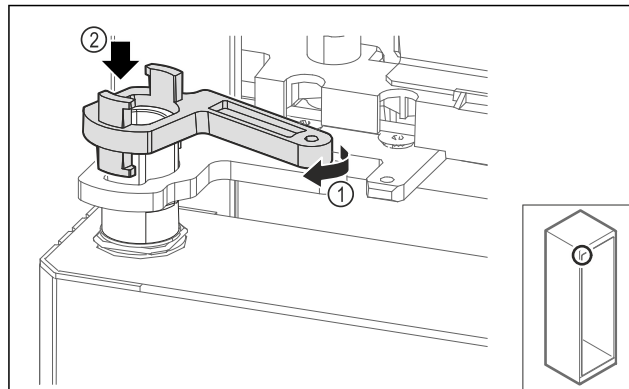

Fig. 70
- Vergrendeling lagerbok iets draaien Fig. 70 (1) en op de huls plaatsen Fig. 70 (2).